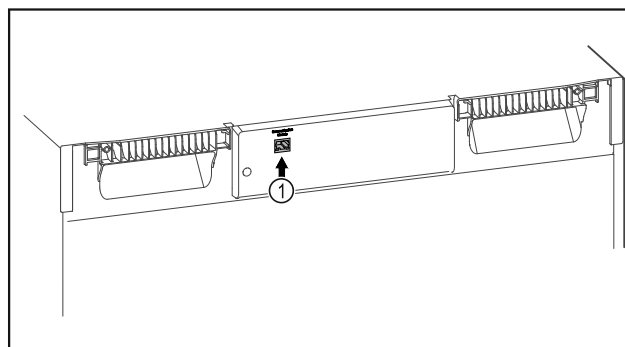

Fig. 86
- ❑ A SmartModule Fig. 86 (1) be van helyezve.